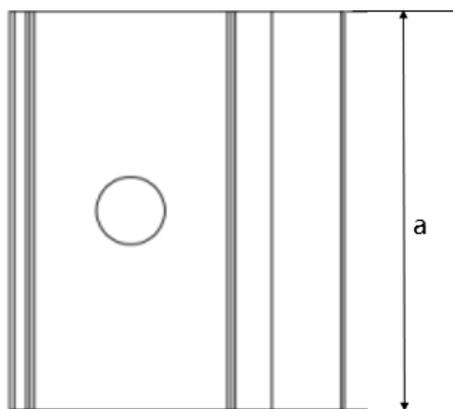
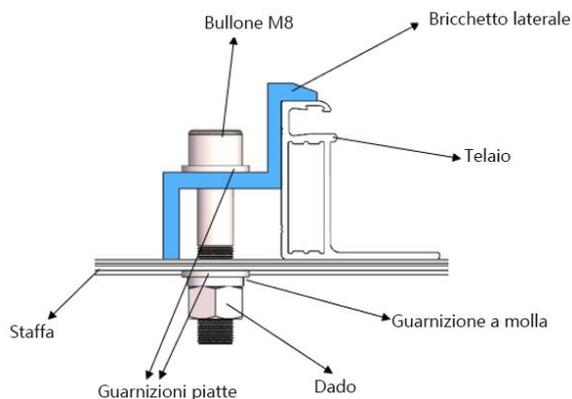

Fig. 7 Vista dall'alto del morsetto marginale
Fig. 9 Diagramma di installazione del morsetto
② Assicurarsi di evitare l'effetto ombra dei morsetti del modulo. I fori di drenaggio sul telaio del modulo non devono essere chiusi o oscurati dai morsetti. Il morsetto deve avere una sovrapposizione di 8 mm - 11 mm con il telaio del modulo e non deve estendersi oltre di esso (la sezione del morsetto può essere modificata per garantire un'installazione affidabile).
③ La superficie superiore della barra a contatto con il telaio del modulo deve essere dotata di scanalature compatibili con un bullone M8.
④ Se le scanalature non sono presenti, può essere necessario praticare dei fori di diametro adeguato per consentire il fissaggio dei bulloni alla barra negli stessi punti indicati sopra.
⑤ Assicurarsi che la sequenza di montaggio di ciascun morsetto segua l'ordine di rondella piatta, rondella elastica e dado.
⑥ Le Figure 7 e 8 mostrano lo schema del morsetto, mentre le Figure 9 e 10 mostrano lo schema di installazione del morsetto. Le dimensioni del morsetto sono $a \geq 60$ mm, $d \geq 8$ mm e lo spessore del morsetto è ≥ 3 mm. La coppia di serraggio consigliata è di 17~23 N•m per viti e bulloni di Classe 8.8.